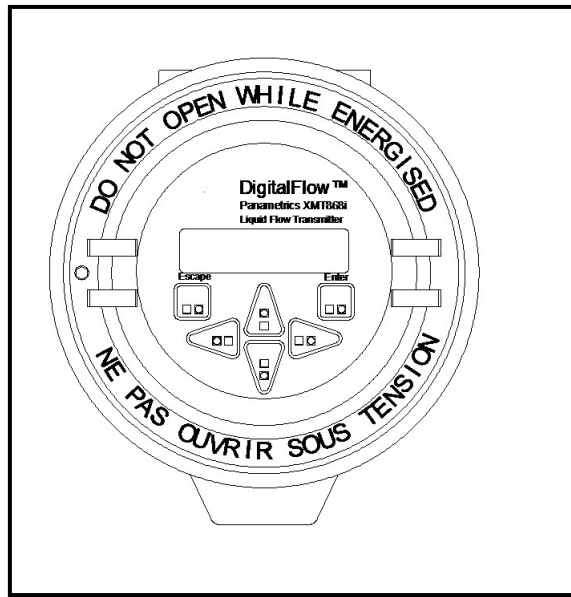

Figure 1: écran du boîtier XMT868i
- Le clavier infrarouge (illustré à la figure 1 à la page 2), qui permet une communication directe avec le XMT868i
En plus de l'écran LCD 2 lignes à 16 caractères, le XMT868i comprend un clavier infrarouge à 6 touches. La découpe de l'autocollant pour chaque clé contient une LED d'émetteur infrarouge, un phototransistor infrarouge et une LED rouge visible. Si un opérateur appuie son doigt ou un autre objet réfléchissant contre le verre, directement sur une touche, la lumière infrarouge de l'émetteur est redirigée vers le capteur à travers la fenêtre du boîtier. Utilisez le clavier infrarouge pour naviguer dans le programme utilisateur. La carte de menu peut être suivie dans l'ordre, ou les quatre touches fléchées peuvent être utilisées pour faire défiler les écrans d'invite. La figure 1 montre l'avant du XMT868i, avec le clavier infrarouge.